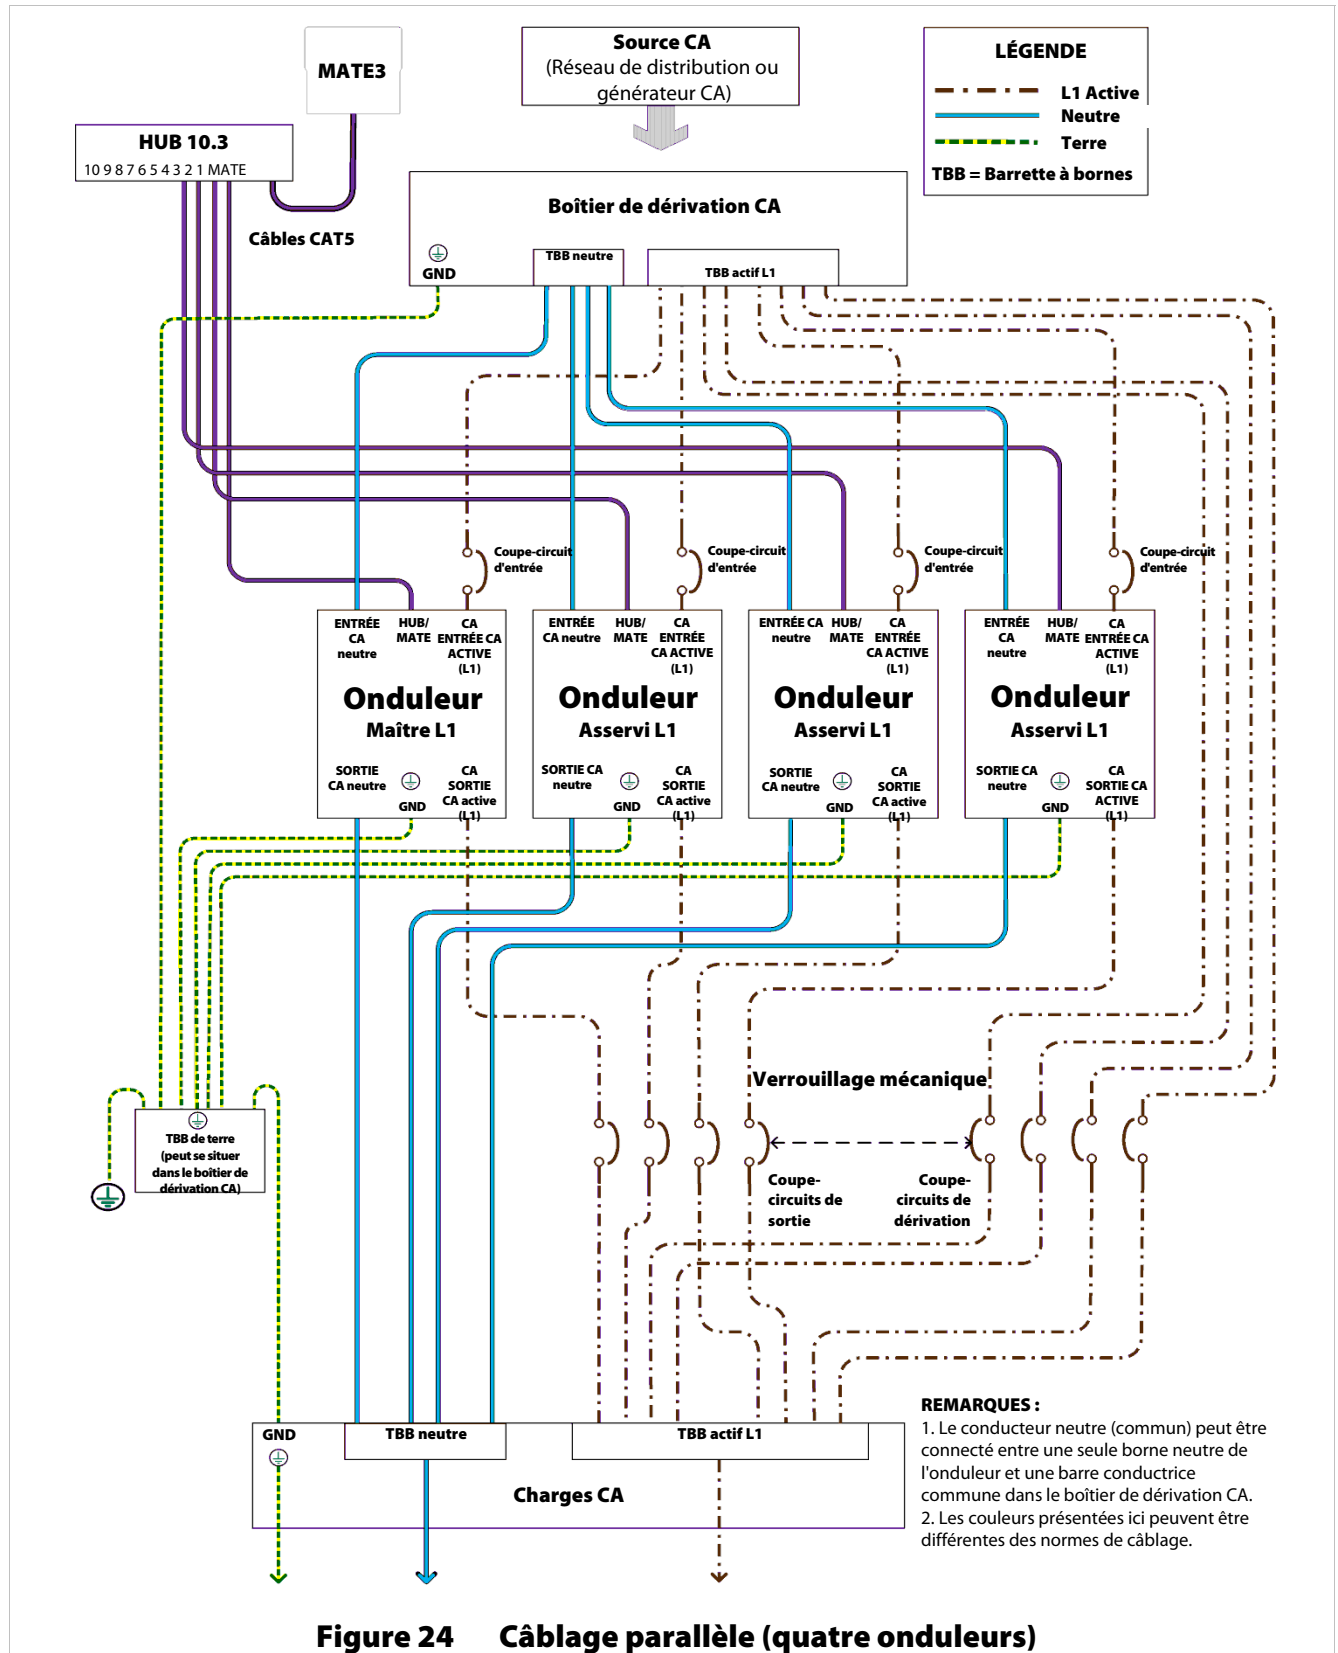

Figure 24 Câblage parallèle (quatre onduleurs)
- Jusqu'à dix onduleurs peuvent être installés dans une disposition en parallèle. L'exemple à la Figure 23 présente trois onduleurs. Le schéma de câblage à la Figure 24 en présente quatre. Tous les onduleurs doivent être du même modèle.